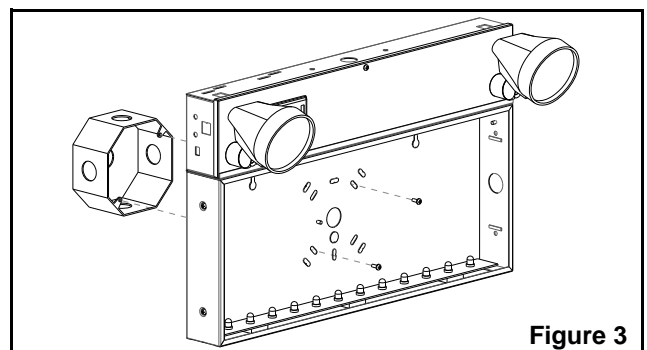

Figure 3
- c. Mount the exit sign securely to the junction box using the junction box screws (see fig. 3).
- a. Défoncer les trous apprêtés dans la plaque arrière de l'enseigne pour monter à une boîte de jonction standard; soutenir la plaque avec des morceaux de bois autour des trous à découper. Pousser sur les découpes avec un tournevis (voir fig. 3).